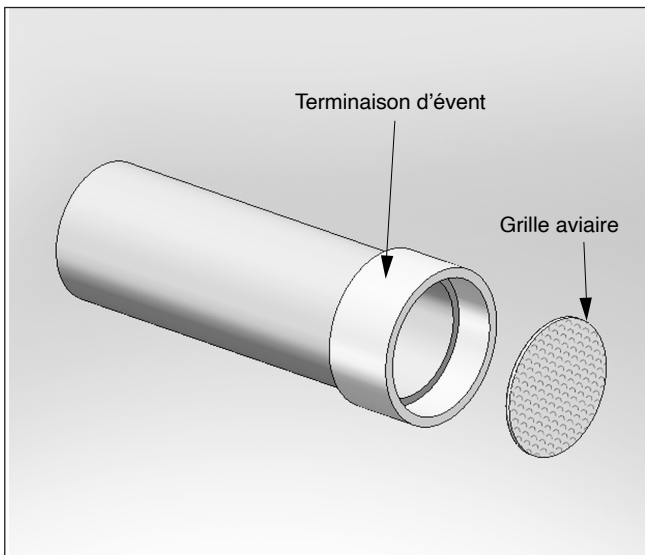
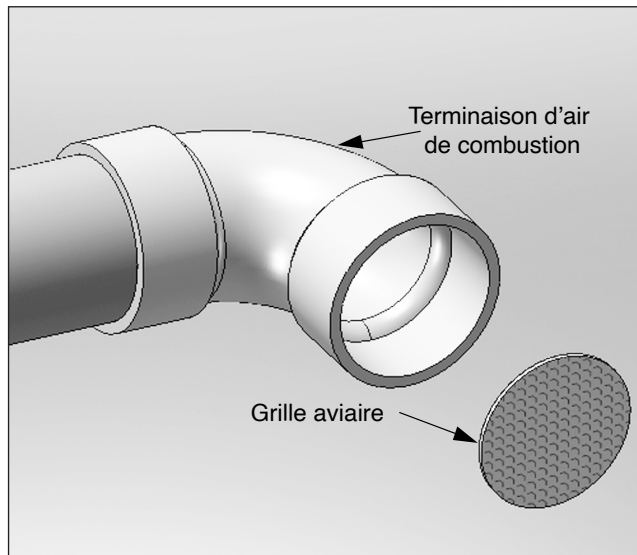

Fig. 9 - Installation de grille aviaire sur tuyauterie d'évent murale
Fig. 10 - Installation de grille aviaire sur tuyauterie d'air de combustion murale
1. Les terminaisons d'air de combustion et d'événement doivent inclure une grille aviaire fournie par l'usine et installée comme illustré aux **fig. 9** et **Fig. 10 en page 18**.
1. Les terminaisons d'air de combustion et d'évent doivent inclure une grille aviaire fournie par l'usine et installée comme illustré à la Fig. 3 en page 14 et à la Fig. 10 en page 18.